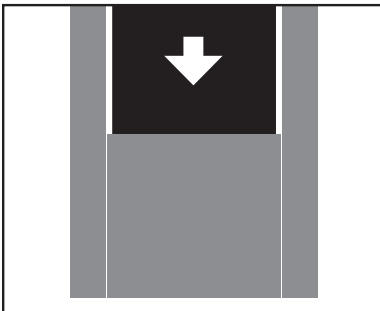

Fig. 24
3. Voer flexibele afdichting door gleuf in heflichaam (Fig. 24).